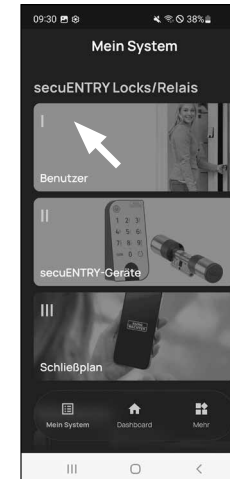

Abb. 1
- Tippen Sie auf den ersten Menüpunkt „I - Benutzer“ (Abb. 1).